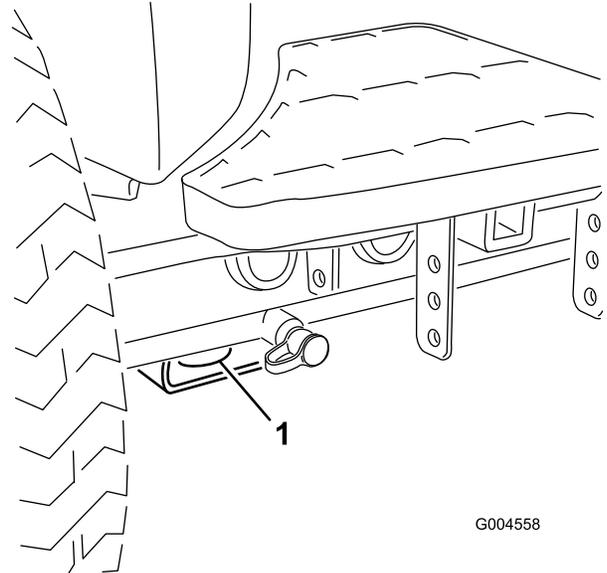

Bild 46
- Vorne: Loch im Rechteck unter dem Achsenrohr in jedem Vorderreifen (Bild 46).